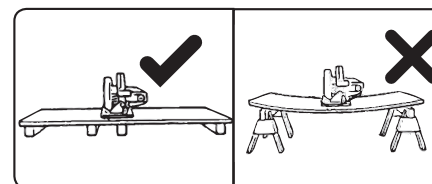

Abb. 8
- Stützen Sie große Flächen an den Rändern und nahe des Schnittbereichs ab, damit das Risiko des Einklemmens des Sägeblattes und der Rückschlag durch das Verbiegen der Platte minimiert wird (Abb. 8).